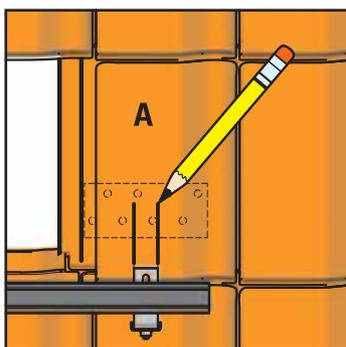

Figure 3-14 Marquage de la position du crochet
14. Marquez les points de passage des crochets de toit sur les tuiles (Figure 3-14).